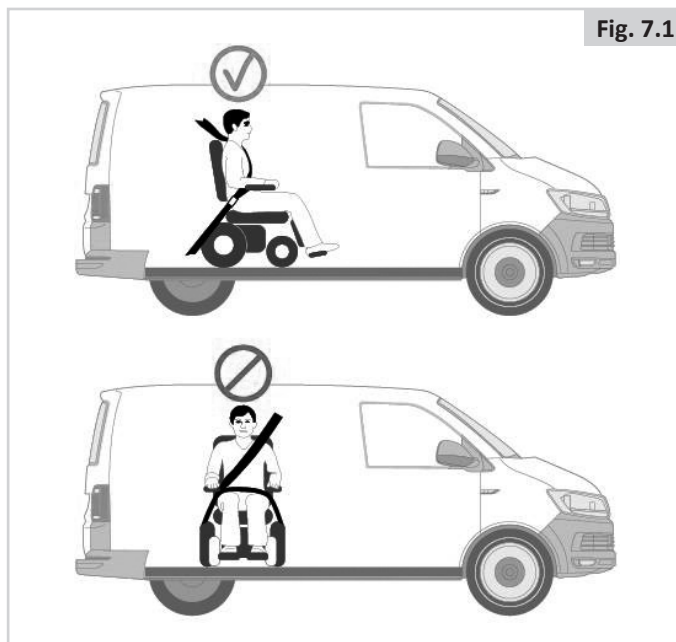

Fig. 7.2
- Il est recommandé d'utiliser un système de retenue à 4 points prévu pour le poids total du fauteuil y compris avec les options (système ultra résistant) - 2 à l'avant et 2 à l'arrière, conformément à la norme internationale (Fig. 7.2 et 7.3) ISO 10542-1.
Angles recommandés pour les sangles d'arrimage (Fig. 7.2 - 7.3).